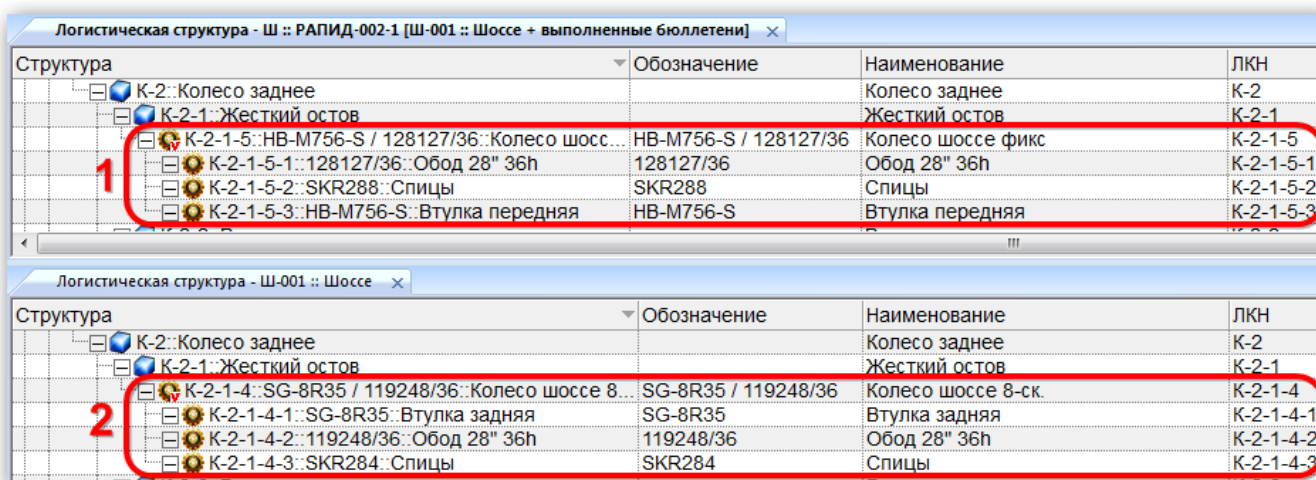

Рис. 13-536 – Пример структуры изделия: 1 – с учетом выполненных бюллетеней, 2 – исходная конфигурация
- 3) Откроется окно «Выбор конфигурации» (рис. 13-536).